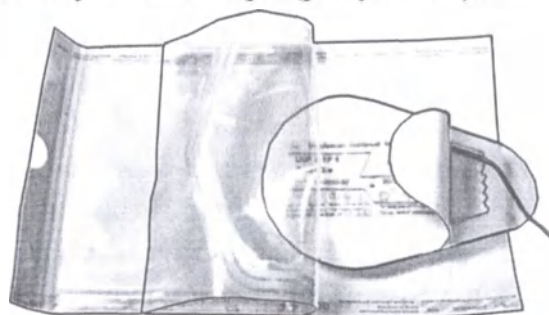

Рисунок 2
6.2 Нить, намотанная на катушку с концом нити, зафиксированным в фиксаторе игольных наконечников или вкладыше с иглами хирургическими или без игл хирургических в индивидуальной таре (рисунок 2).